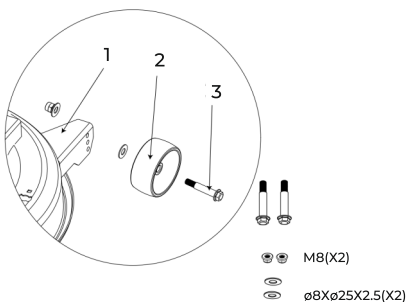

Рис. 12
6.11. Установка противоскользящих колёс (рис. 12)
· Установите противоскользящие колёса (рис. 12, поз 2) на корпус рамы (рис. 12, поз 1) с помощью болта (рис. 12, поз 3) и шайбы (ø8xø25x2.5), гайки (M8). Прочелайте аналогичную операцию с другой стороны.